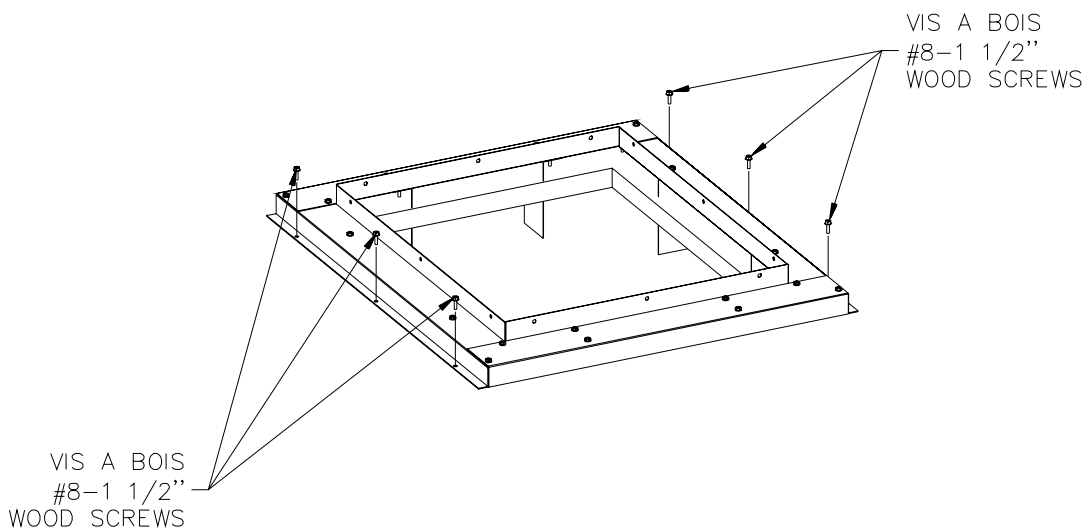

FIGURE 2
La base débit descendant doit être vissée au plancher avec 6 vis à bois #8 - 1 1/2" fournies avec la base (3 vis à l'avant et 3 à l'arrière de la base) tel qu'illustré à la figure 2.
The down flow base should be fastened to the floor with six (6) #8 – 1 1/2" wood screws, supplied with the base (3 screws in the front and 3 screws in the back of the base) as shown in Figure 2.